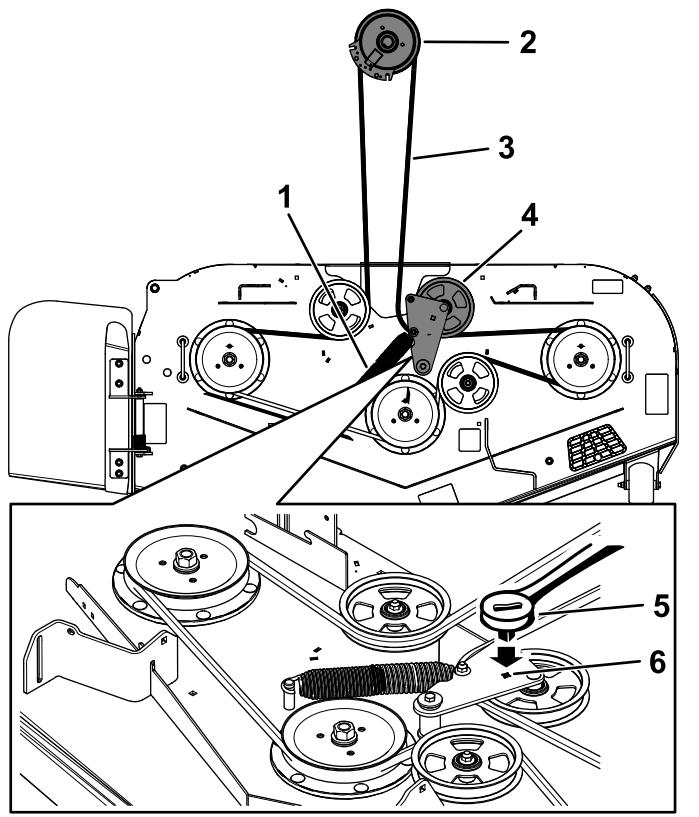

Figura 58
13. Montați dispozitivul de ghidare a curelei pe braul rolei de ghidare (Figura 58).
14. Utilizând cheia cu clichet de 3/8" în orificiul pătrat, montați arcul rolei de ghidare (Figura 58).
8. Folosiți o cheie cu clichet de 3/8" în orificiul pătrat al braului rolei de ghidare pentru a elimina tensiunea arcului rolei de ghidare (Figura 58).
10. Îndepărtați dispozitivul de ghidare a curelei de pe braul rolei de ghidare cu arc (Figura 58).
12. Montați cureaua nouă în jurul fuliilor mainii de tuns iarba i fuliei ambreiajului de sub motor (Figura 58).